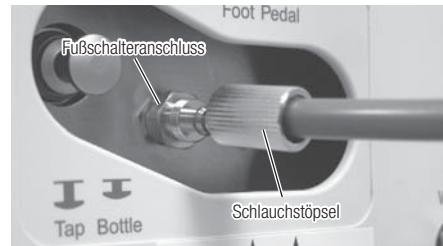

Abb. 2
Lockern und entfernen Sie die Schlauchstöpsel (2 x) aus den Fußschalteranschlüssen auf der Rückseite des Steuergerätes und stecken Sie sie beide in die Fußschalterkabel. Führen Sie die Stöpsel so ein, dass die Schrauben ein Stück herausstehen (auf der Seite des Steuergeräts). Stecken Sie den Schlauch des Fußpedals in den Fußschalter-Anschluss (13) auf der Rückseite der Einheit. Führen Sie das mit „1“ gekennzeichnete Ende jedes Schlauchs ein, wie auf der Markierung beschrieben. Ziehen Sie jetzt die beiden Schlauchstöpsel fest (Abb. 2).